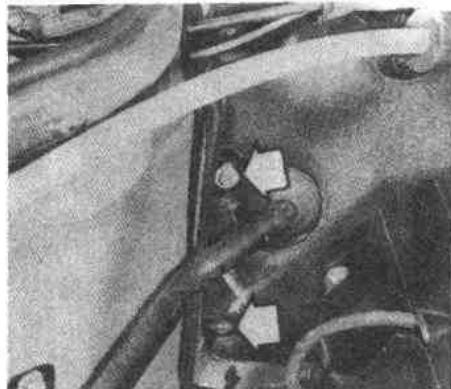

图 4-1-4
- (4) 把橡胶密封条提离内防火墙, 然后按图 4-1-4 所示, 拆下箭头所指的两个固定螺钉。
- (5) 向上向前移动防火墙, 然后拆下鼓风机电机罩。
- (6) 拆下导线连接件, 然后拆开电机导线连接器。
- (7) 拆下鼓风机电机的固定螺栓, 然后从壳体中取出电机。
- (8) 按拆卸的相反顺序进行安装。